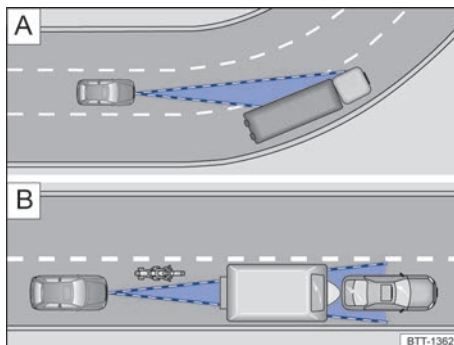

Fig. 98 [A] Condução em curva. [B] Veículos fora da área de alcance do sensor do radar
O sensor de radar sempre realiza as medições em sentido reto. Por isso, veículos em curvas fechadas podem ser acidentalmente detectados ou veículos a frente podem não ser detectados → Fig. 98 .
- Veículos que conduzem fora da área do sensor em pequena distância do próprio veículo, por exemplo, motocicletas → Fig. 98 .